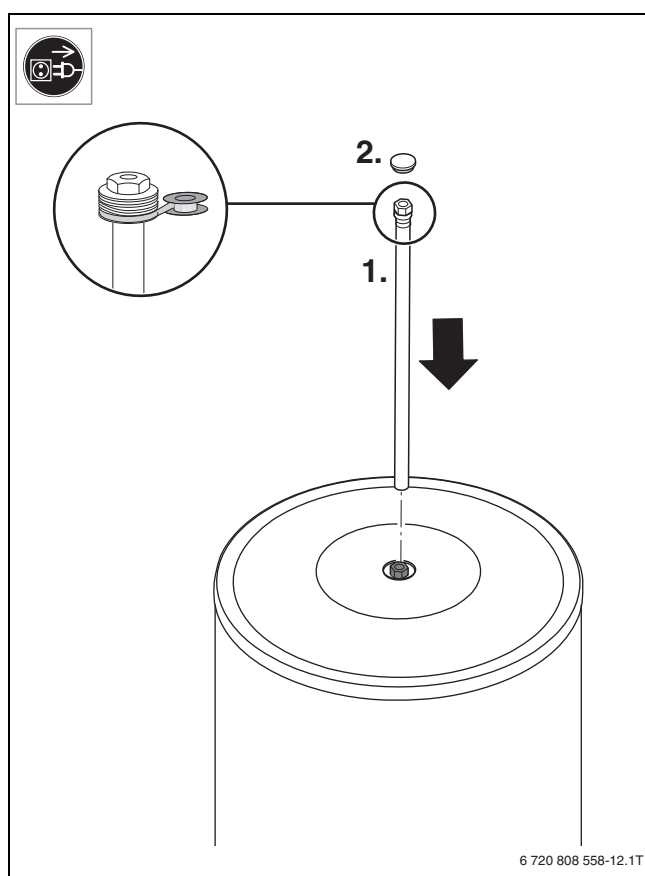

Fig. 29
- ▶ Установите магниевый анод с новым уплотнением (→ рис. 29, стр. 81).